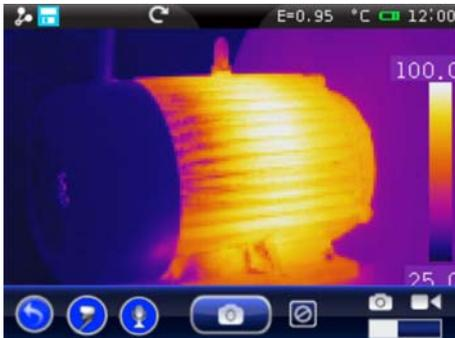

Abb. 61: Einfügen einer Sprachaufzeichnung
1. Speichern Sie ein Bild wie im § 5.2.4.1 beschrieben. Am Ende der Operation wird die Bedingung des Geräts in Abb. 61 – linke Seite angezeigt.
2. Berühren Sie das Symbol “”. Die Bildschirmseite von Abb. 61 – rechte Seite erscheint im Display.